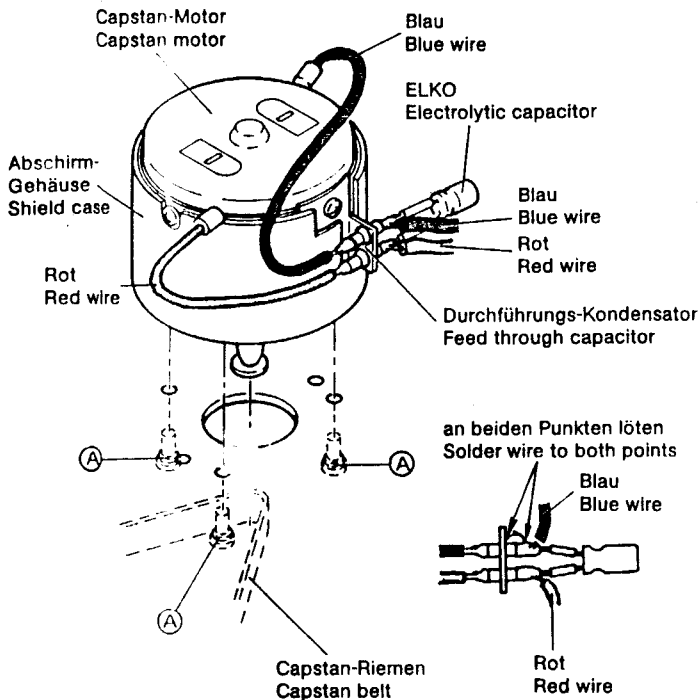

Fig. 4.7 Capstan-Motor ausbauen
1. Anschlußdrähte von den Durchführungs-Kondensatoren des Capstan-Motors ablöten (Fig. 4.7).
2. Auf der Unterseite den Capstan-Riemen abnehmen und drei Schrauben (A) entfernen.
1. Unsolder the connection wires from the feed-through capacitors of the capstan motor (Fig. 4.7).
2. Underneath the machine, take off the capstan belt and remove the three screws (A).